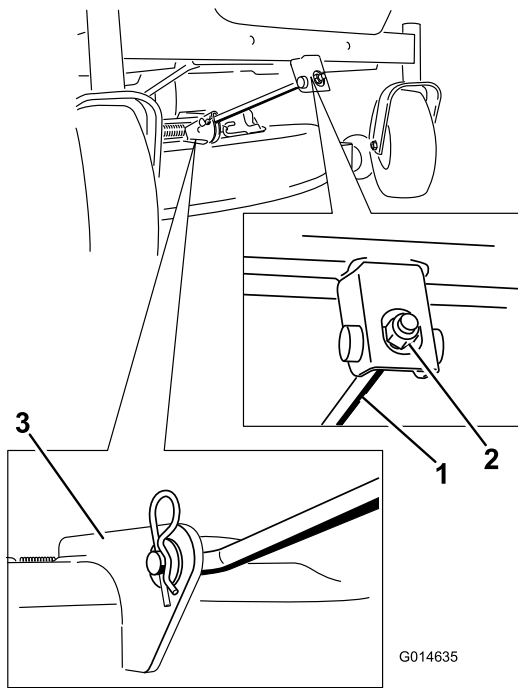

Figura 56
4. Retire la chaveta de la varilla de sujeción delantera y retire la varilla del soporte de la carcasa (Figura 56).
6. Conecte la varilla de sujeción delantera a la carcasa de corte con el pasador y la chaveta (Figura 56).